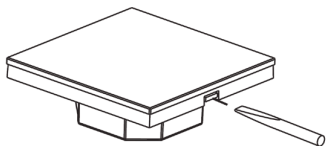

Рис.3. Снятие лицевой панели.
3.5. Отсоедините лицевую панель от корпуса, аккуратно поддев её плоской отверткой (Рис.3).